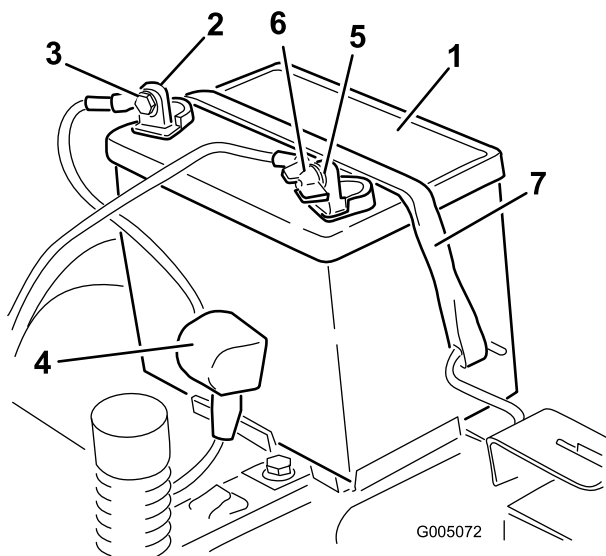

Figura 47
4. Desligue o cabo negativo (preto) do pólo da bateria (Figura 47).
6. Desligue o cabo positivo (vermelho) do pólo da bateria (Figura 47).
7. Retire o suporte da bateria (Figura 47) e levante a bateria para a retirar da respectiva plataforma.
1. Posicione da bateria no tabuleiro (Figura 47).
5. Prenda a bateria ao suporte (Figura 47).